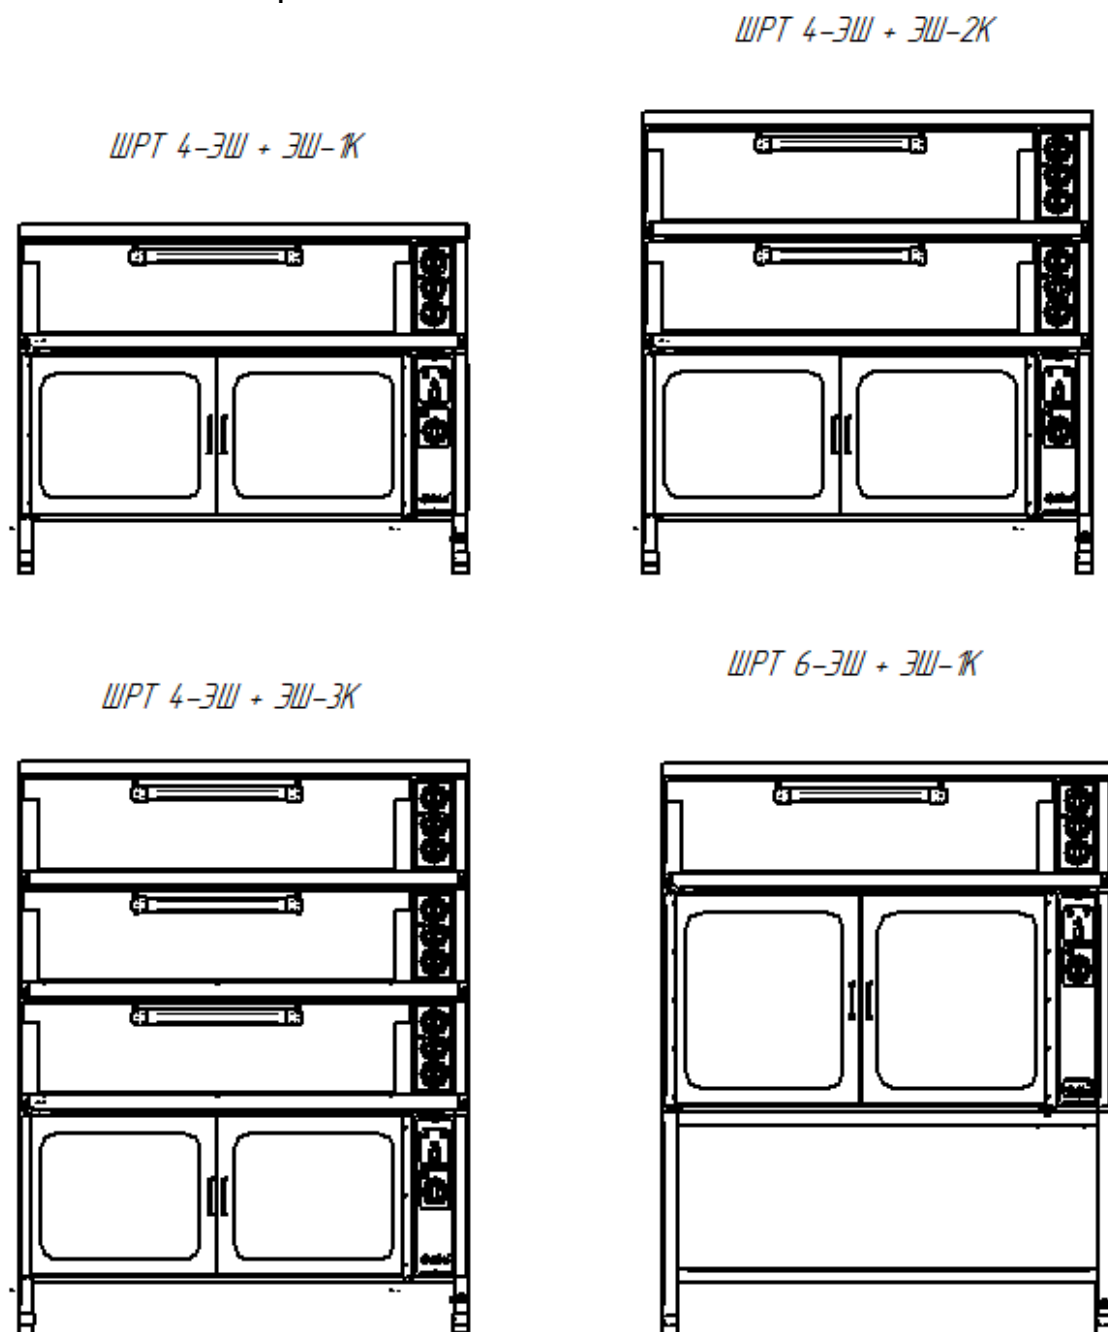

Рис. 1 Варианты установки шкафов ШРТ 4-ЭШ и ШРТ 6-ЭШ с модулями ЭШ
ШРТ 4-ЭШ, ШРТ 6-ЭШ не имеют верхней крышки, закрывающей доступ к токоведущим частям, и могут эксплуатироваться только совместно с электропечными шкафами ЭШ-1К, ЭШ-2К, ЭШ-3К, которые закрывают верхнюю часть шкафа (рис. 1).
- - установить изделие согласно варианту установки модуля ШРТ-ЭШ (см. табл. 3 и рис. 1).